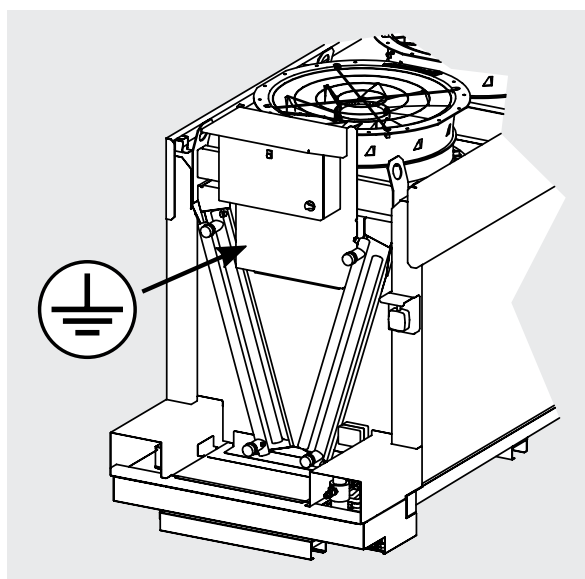

Abbildung 14
- 8.4 Um das Risiko eines indirekten Kontakts zu minimieren, kann das elektrische System über den Stift an der vorderen Halterung geerdet werden. Siehe Abbildung 14.